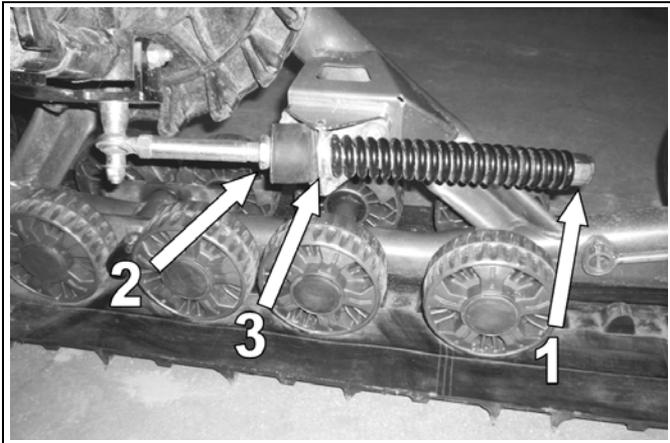

Abbildung 8
- Lösen Sie Überwurfmutter (1), die die Feder der Stabilisierungsstange zusammendrückt (siehe Abbildung 8).
- Drehen Sie Überwurfmutter (2) bis sie den Gummidämpfer und dieser die Halterung (3) berührt. Drücken Sie den Gummidämpfer dann durch eine Umdrehung von Überwurfmutter (2) zusammen.
- "Drehen Sie Überwurfmutter (1) bis sie die Feder berührt. Drücken Sie die Feder dann durch 4 Umdrehungen der Überwurfmutter zusammen.